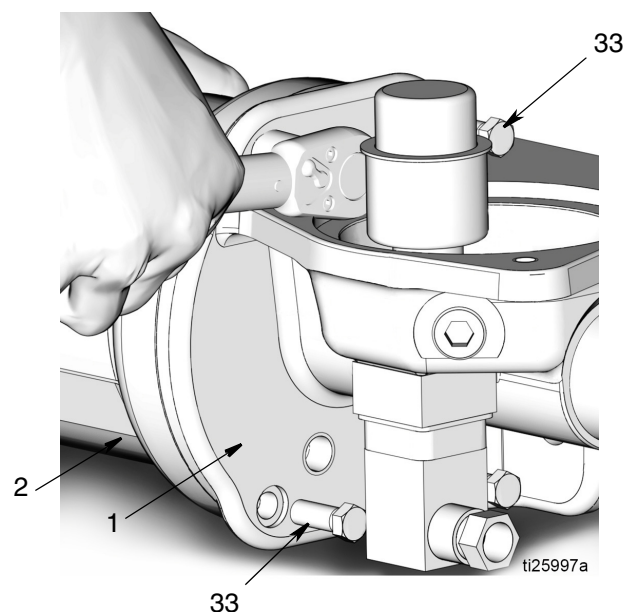

FIG. 18
14. Utilizzare una chiave a tubo da 3/8 di pollice per rimuovere le 4 viti (33) che fissano il cilindro pneumatico (2) alla base della pompa (1) (FIG. 18). Rimuovere il cilindro pneumatico dalla base della pompa.